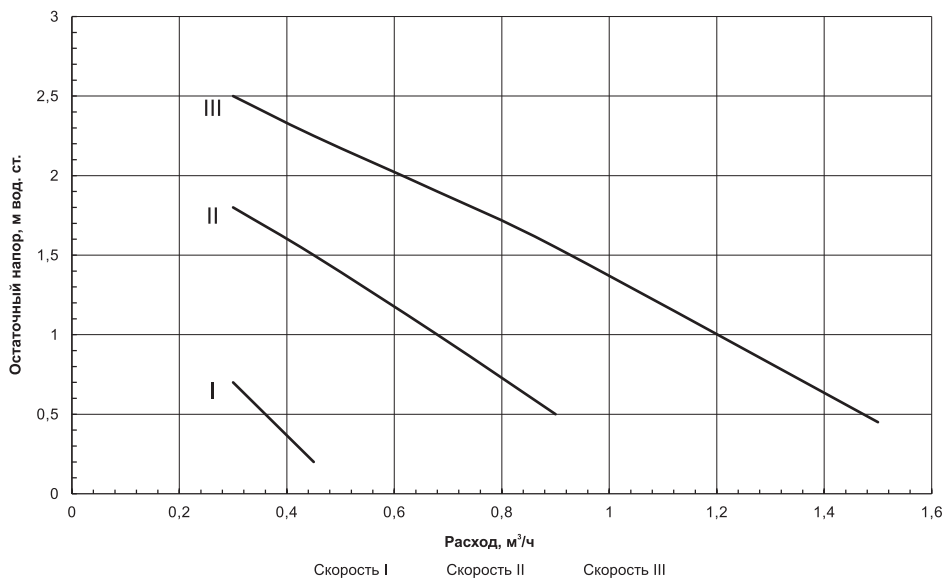

Рис.1 Остаточный напор для циркуляционного насоса ZOTA RING 25/40 (для котлов МК-Х 4,5 - 7,5 кВт)
**График остаточного напора для циркуляционных насосов показан на рис.1, 2, 3